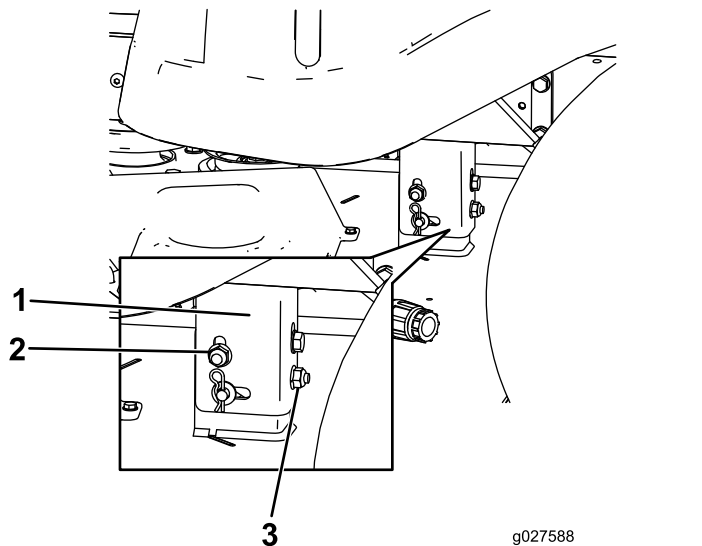

Figura 62
- Eleve ou desça o lado esquerdo da plataforma do cortador rodando a porca traseira (Figura 62).
Nota: Rode a porca traseira no sentido dos ponteiros do relógio para elevar a plataforma do cortador; rode a porca traseira no sentido contrário ao dos ponteiros do relógio para descer a plataforma do cortador (Figura 62).